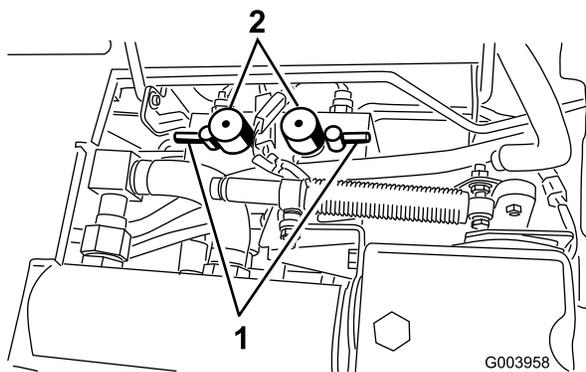

Figura 84
5. Coloque ambos os controlos da velocidade do cilindro na posição 1 (Figura 84).
6. Selecciona as alavancas de rectificação dianteiras, traseiras ou ambas para determinar quais as unidades a rectificar (Figura 84).